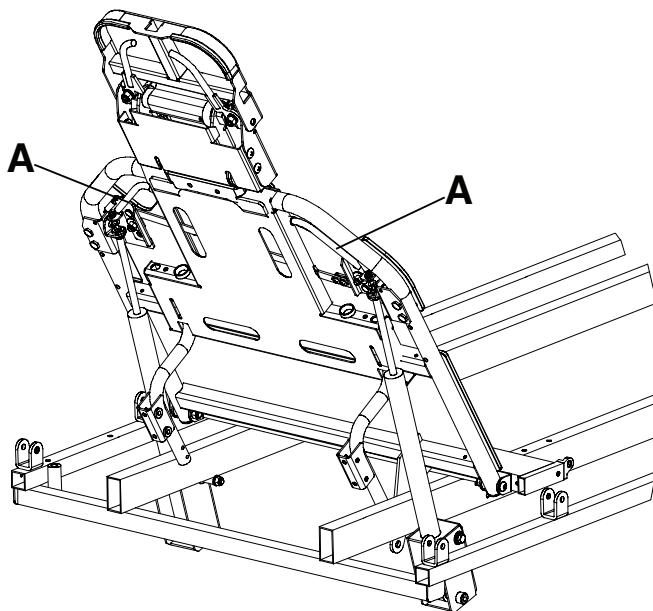

Figura 3 – Secção da cabeceira de Fowler
Para elevar a secção da cabeceira de Fowler, aperte a pega de libertação vermelha da cabeceira de Fowler (A) e puxe a secção da cabeceira de Fowler para cima até à posição desejada (Figura 3).
Para baixar a secção da cabeceira de Fowler, aperte as pegas de desengate da cabeceira de Fowler (A) e empurre a secção da cabeceira de Fowler para baixo até à posição desejada (Figura 3).